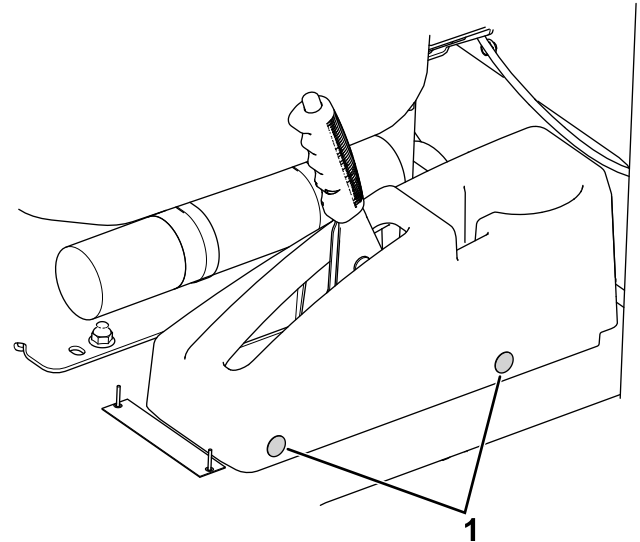

Figura 1
1. Remova os tampões existentes (Figura 1) de ambos os lados da cobertura do travão de estacionamento.